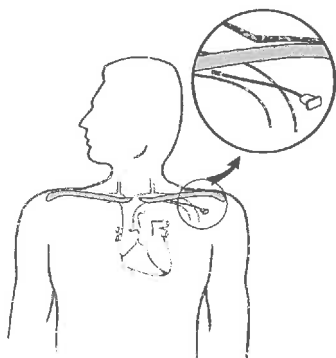

Figura 1. Puntura della succlavia
2. Individuare e distendere la vena succlavia quindi pungerla utilizzando l'ago fornito in dotazione nel kit di introduzione (Figura 1).